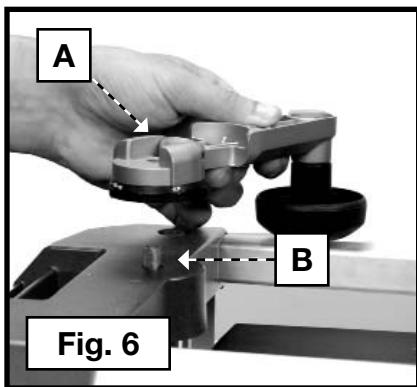

Fig. 6
1. Fixer la poignée de réglage du porte-lame (A) fig. 6 à la tige (B) et s'assurer que le méplat de la tige est en prise avec le méplat de la poignée.